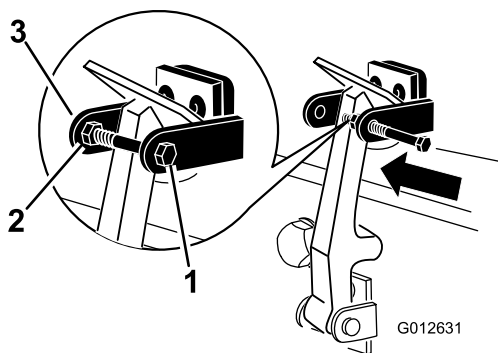

Figura 6
7. Enrosque el perno en el otro brazo del seguro de cierre del capó para bloquear la posición del cierre (**Figura 6**). Apriete el perno firmemente, pero no apriete la tuerca.